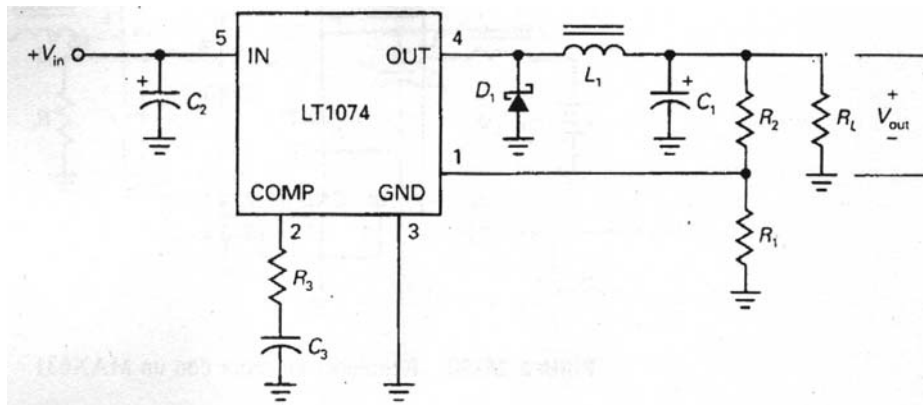

figura 24 - Regulador redutor com um LT1074
1. No regulador redutor da figura 24, $R_1=2,21k\Omega$ e $R_2=2,8k\Omega$.